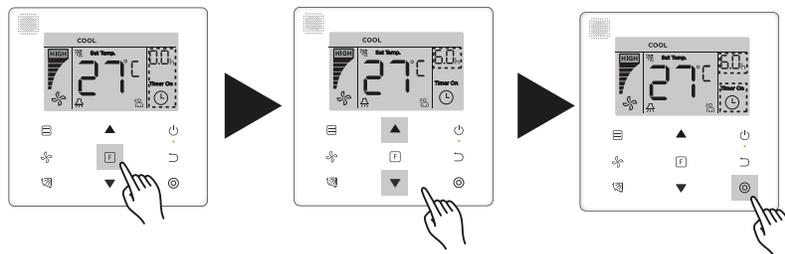

Figura 28
1. Ajuste de "Temporizador de encendido": Presione el botón (Función) para ir al ajuste "Temporizador de encendido", la pantalla mostrará "0.0h Time On" (Tiempo de encendido 0,0h), y las palabras "Time On" (Tiempo de encendido) parpadearán, luego presione el botón  (Confirmar) para ir al ajuste del temporizador. Presione los botones  y  para ajustar la hora y presione el botón  (Confirmar) para completar el ajuste del temporizador (vea la Figura 28).